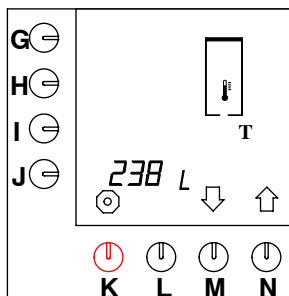

Fig. 49 Contador total del sistema de agua caliente
- Mantenga apretada la tecla de programación (N.)[↑] hasta que en el display aparezca fig. 49 .